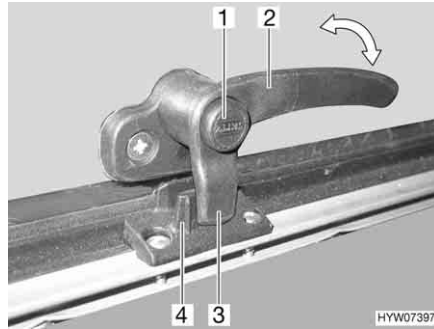
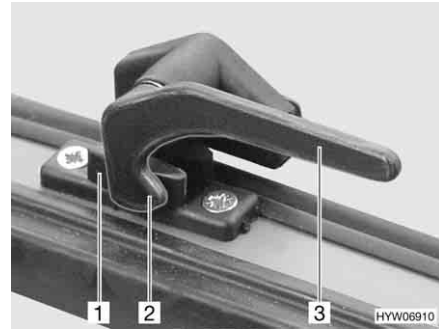

Bild 57 Låsarm med låsknapp i läget "stängd"
Bild 58 Låsarm i läget "stängd"
- Tryck på låsknappen (Bild 57,1) om sådan finns och håll den nedtryckt.
- Sväng låsarmen (Bild 57,2 eller Bild 58,3) ett kvarts varv mot fönstrets mitt.
- Sväng låsarmen (Bild 57,2 eller Bild 58,3) ett kvarts varv mot fönsterkarmen. Låsspaken (Bild 57,3 eller Bild 58,2) på låsarmen sitter helt på fönsterlåsets insida (Bild 57,4 eller Bild 58,1).
- I läget "helt stängt" (Bild 57 och Bild 58)